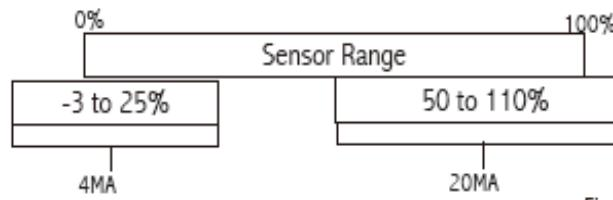

Figure 14 图 14
- 设置刻度的 4 mA 部分（见图 14）：
- 设置刻度的 20 mA 部分（见图 14）：